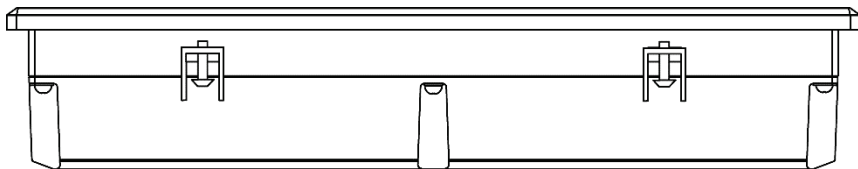

Рисунок 4.1 – Установка крепежных зажимов
3. Крепежные зажимы вставляются в вырезы, имеющиеся на верхней и нижней сторонах корпуса (см. рисунок 4.1).